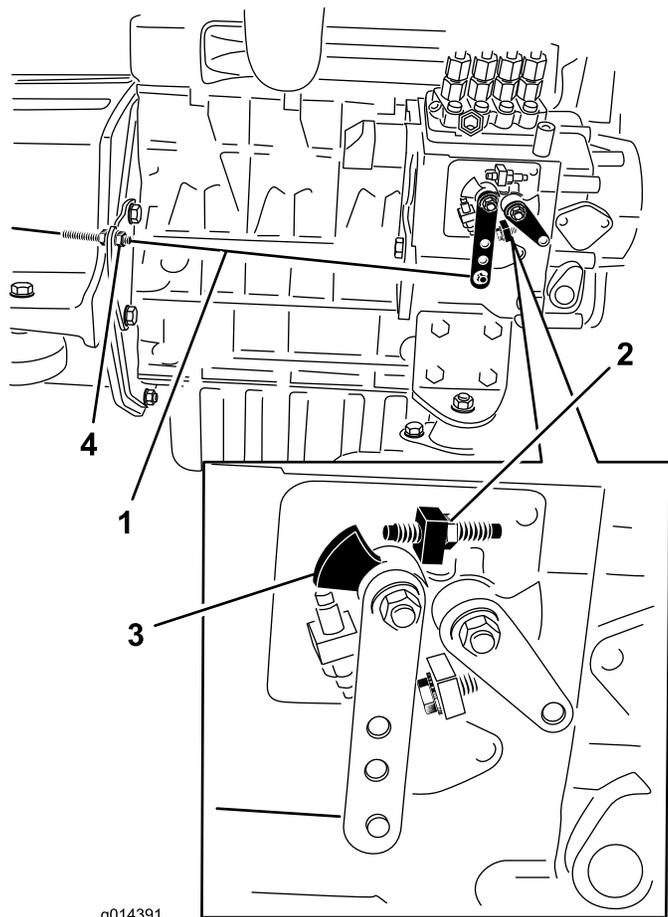

Figure 29
2. Vérifiez la position du levier de commande de régime sur la pompe d'injection. Le levier de commande de régime doit toucher la vis de haut régime lorsque la commande d'accélérateur est en position HAUT RÉGIME (verrouillage) (Figure 29).
3. Au besoin, réglez la position des écrous de blocage du câble de commande d'accélérateur jusqu'à ce que le levier de commande de régime touche la vis de haut régime lorsqu'il est en position HAUT RÉGIME (verrouillage) (Figure 29).